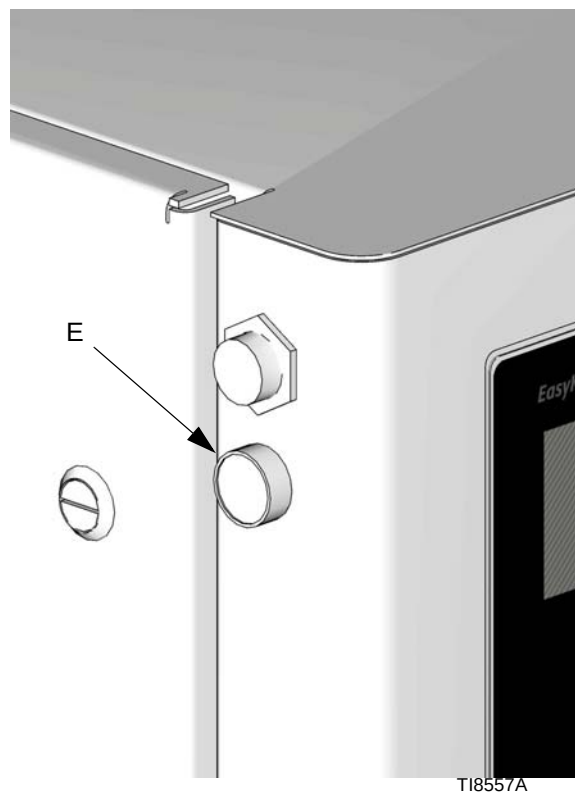

図 . 44
保守呼び出しキット は、ユーザーが、問題が発生し対処が必要ではあるが、重大な不具合でない限りは、ユニットの操作を続けたい事を示す為に設計されました。オプションのライトタワーキットでは、保守呼び出しボタン (E) が、黄色のライトの点滅を起こさせ問題に注目させます。図 . 44 参照。このキットには、押しボタン作動装置とボタンを接続する為の内臓ハーネスがあります。ライトタワーの詳細情報は 80ĩŸÇÃÃu ライトタワーキット (253547) Åv をご覧下さい。